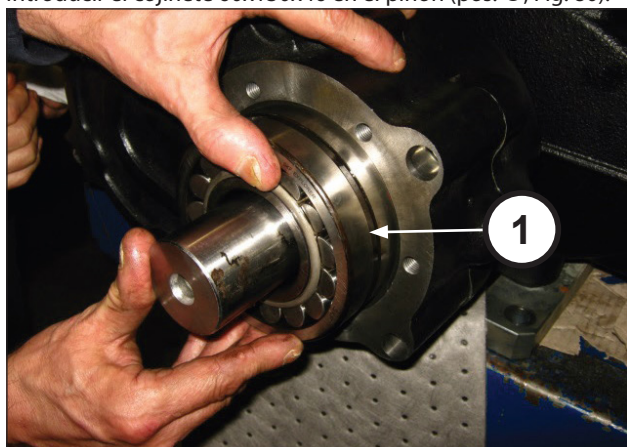

Fig. 80
Introducir el cojinete 60x130x46 en el piñón (pos. ①, Fig. 80).